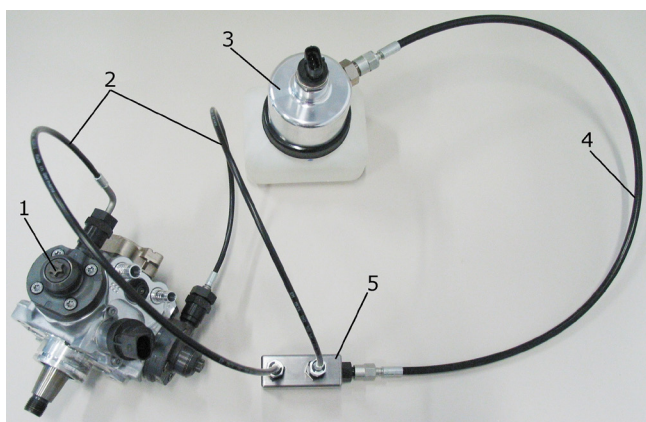

Abb. 14: Exemplo de conexão em bomba de alta pressão Common Rail CP 4.2
1. Unir as conexões de alta pressão do CP 4.2 (fig. 14, pos. 1) e do Rail de união (fig. 14, pos. 5) através de mangueiras de serviço pretas 60 MPa (fig. 14, pos. 2) e com o adaptador correspondente de conexão, ângulo, porca e anel de pressão (rosca à esquerda).
3. Conectar o Rail de união (fig. 14, pos. 5) através da mangueira de serviço preta 60 MPa (fig. 14, pos. 4) ao módulo do medidor de pressão (fig. 14, pos. 3).
5. Conectar a mangueira 180 MPa no medidor de pressão (fig. 14, pos. 5).